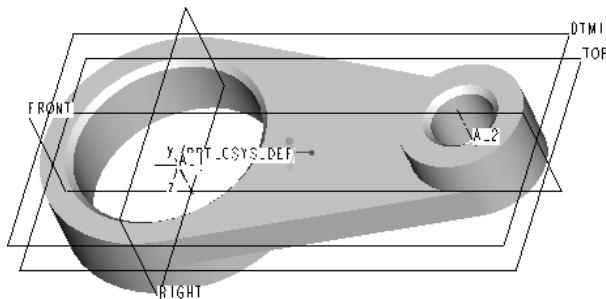

图 3.41 最终生成的零件情况
**Step 8** 单击【保存的视图列表】按钮 ，选取【默认方向】命令，查看生成的零件特征，其结果如图 3.41 所示。